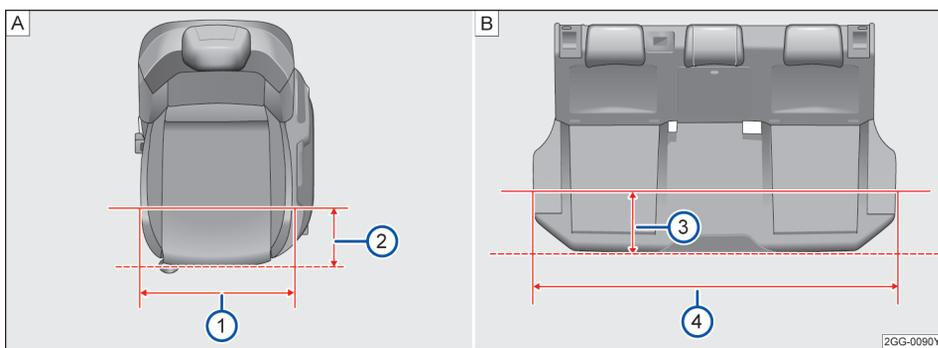

图 72 座椅座宽
如图→图 72[A] 在距离前排座椅边缘 200mm 时→图 72[A]②，前排座椅座垫宽度为 488mm→图 72[A]①。
如图→图 72[B] 在距离后排座椅边缘 200mm 时→图 72[B]③，后排座椅座垫宽度为 1283mm→图 72[B]④。